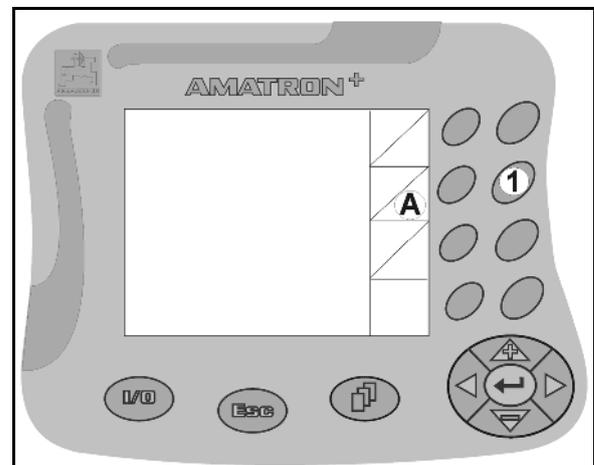

図 3
例：(図3/6)
- 図3
この欄を保存するには、オペレーターはファンクション欄 A に割り当てられているキー (図 3/1) を押します。